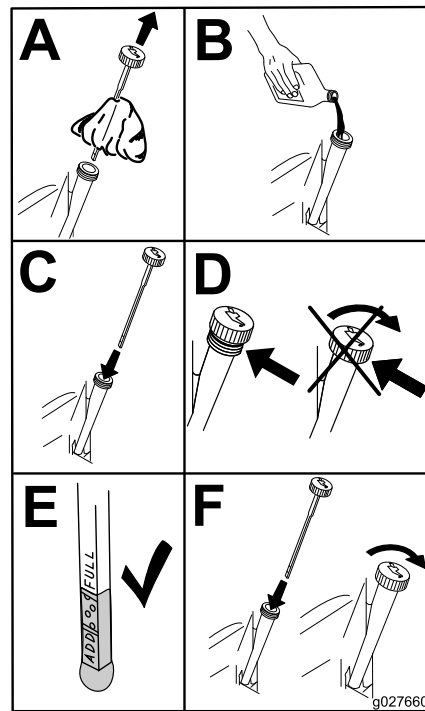

Figura 53
- Vierta lentamente un 80% aproximadamente del aceite especificado por el tubo de llenado, luego añada lentamente el resto del aceite hasta que llegue a la marca **Lleno** (Figura 53).